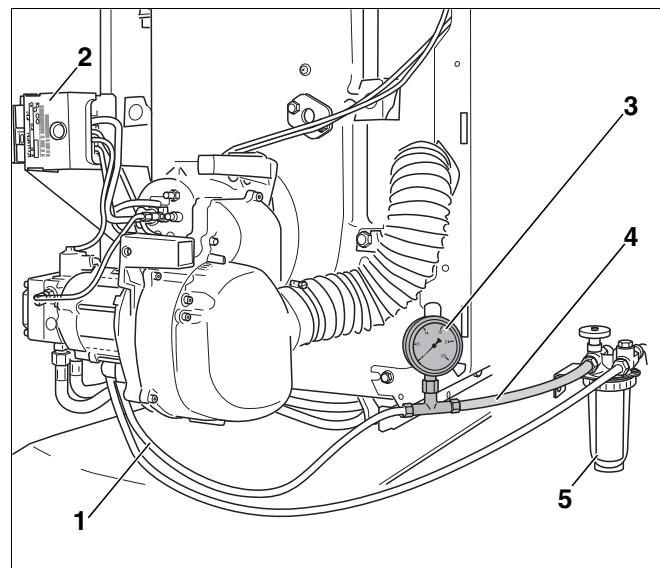

Рис. 11 Топливный фильтр, вакуумметр и прозрачный шланг
- Установить вакуумметр (Рис. 11, поз. 3) с прозрачным шлангом (Рис. 11, поз. 4; дополнительная комплектация), как показано на рисунке 11, между топливным фильтром (Рис. 11, поз. 5) и всасывающим топливопроводом (Рис. 11, поз. 1).
- Снять автомат горения дизельного топлива (Рис. 11, поз. 2) с цоколя.
- Контролируйте отсутствие пузырьков воздуха во всасываемом топливе и его давление по прозрачному шлангу (Рис. 11, поз. 4) или по вакуумметру (Рис. 11, поз. 3).
- Перекрыть запорный кран на топливном фильтре (Рис. 11, поз. 5, стр. 16) и снять прозрачный шланг (Рис. 11, поз. 4, стр. 16) с вакуумметром (Рис. 11, поз. 3, стр. 16).
- Присоединить всасывающий трубопровод (Рис. 11, поз. 1, стр. 16) к штуцеру на топливном фильтре (Рис. 11, поз. 5, стр. 16).
- Открыть запорный кран на топливном фильтре (Рис. 11, поз. 5, стр. 16).